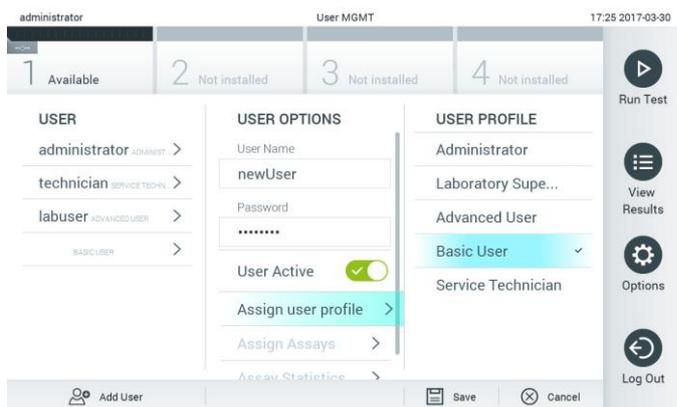

Figure 53. Attribution d'un profil d'utilisateur à un nouvel utilisateur.
4. Appuyez sur Assign User Profile (Attribuer le profil d'utilisateur) et attribuez le profil d'utilisateur qui convient (à partir de la liste à droite de la zone de contenu) à l'utilisateur concerné (figure 53).